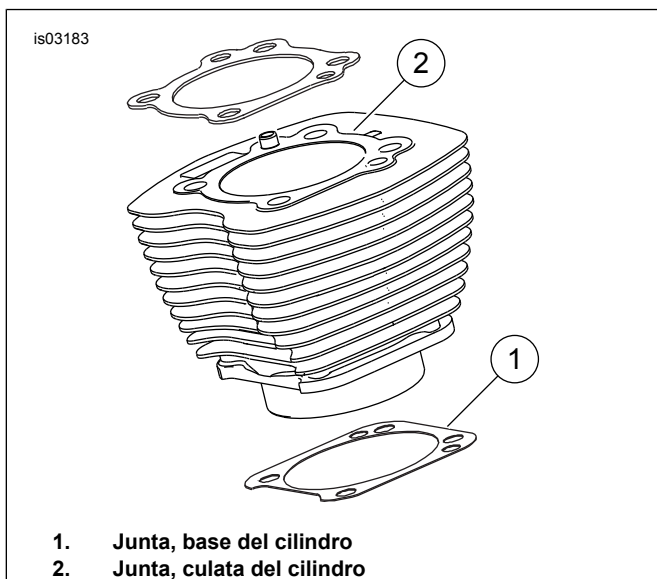

Figura 1. Juntas de los cilindros
Vea Figura 1. La junta de la base (1) del cilindro de 103,12 mm (4,060 pulg.) y la junta de la culata del cilindro (2) eliminan la necesidad de o-rings. No utilice o-rings en los pasadores de localización del cilindro ni en las lumbreras del cilindro.